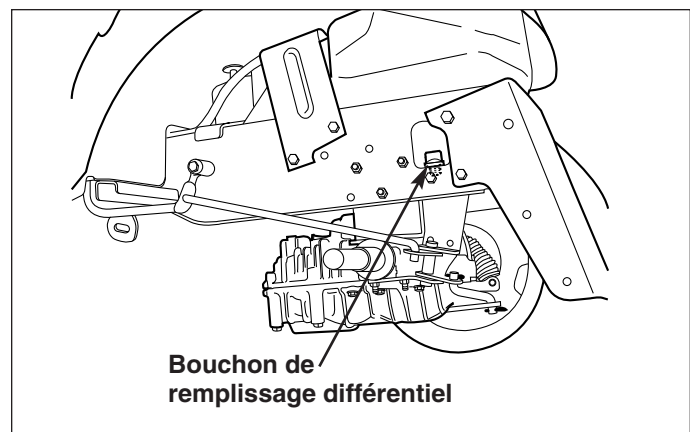

Figure 33. Accès de bouchon de remplissage différentiel
7. A l'aide d'un long entonnoir, ajouter 1,9 litre de l'huile dans le bouchon de remplissage différentiel (voir la Figure 33). Le capuchon de remplissage différentiel aurait dû être déposé plus tôt.
8. Remettre le capuchon de remplissage différentiel (B, Figure 33) en place.